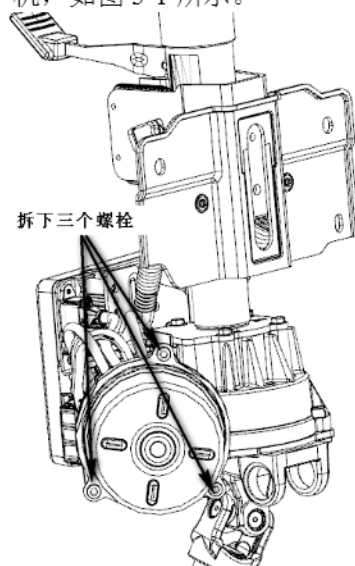

图 3-1
- ① 按前述方式拆下转向管柱总成；
- ② 拆下 3 个螺栓，从转向管柱上拆下 EPS 电机，如图 3-1 所示。